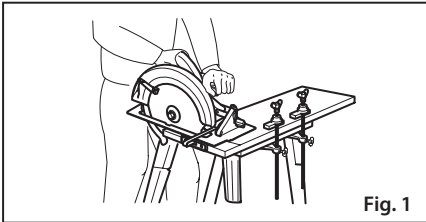

Fig. 1
4. Nunca segure a peça que está a trabalhar com as mãos ou pernas. Prenda a peça em uma superfície estável como mostra o exemplo (fig. 1).